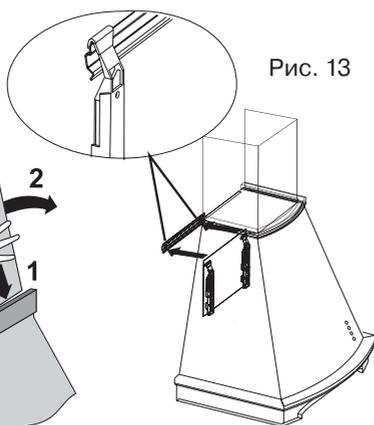
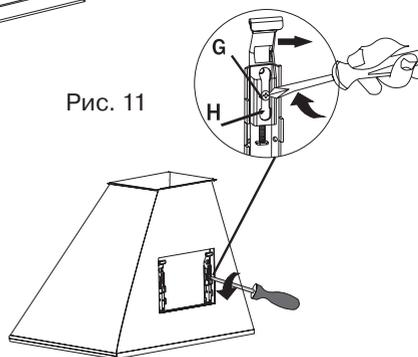

Рис. 13
Рис. 11
3. Ослабьте винты (G) с тыльной стороны вытяжки (см. рис. 11), фиксирующие крепёжные крючки. Поднимите крепёжные крючки, с помощью которых вытяжка подвешивается на планку (А, В), в крайнее верхнее положение. Установите сверху на вытяжку декоративный короб воздуховода (см. рис. 12) и подвесьте ее на планку (А, В), воспользовавшись для этого крепёжными крючками (см. рис.13).